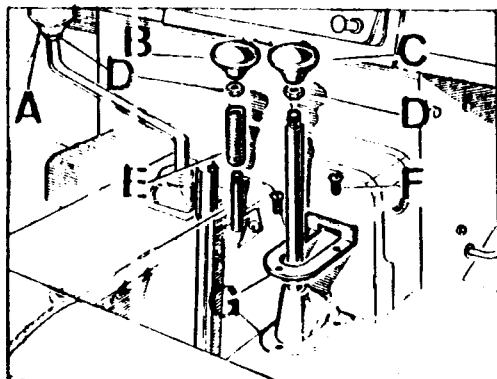

Fig. A3-7 Desmontaje de pomos de las palancas caja de cambio
- 1.1. Desmontar los pomos, A, B y C (Fig. A3-7) y sus contratuercas, D.
- 1.2. Extraer el muelle, E (Fig. A3-7) y el casquillo, H del mando de acoplamiento de tracción total.
- 1.3. Extraer los tornillos, F (Fig. A3-7) y retirar la placa guardapolvos, G, de la palanca reductora.